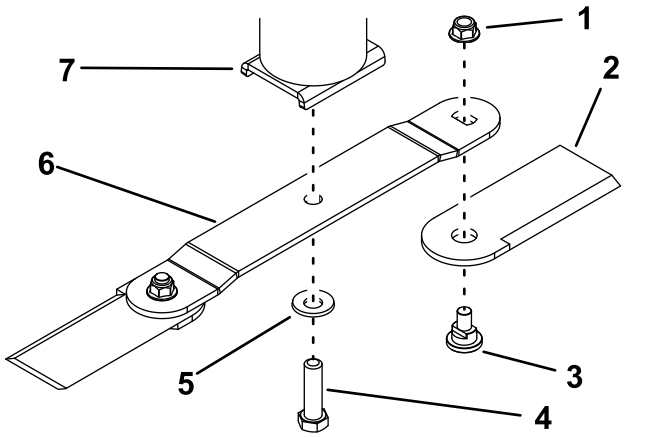

Figura 38
2. Retire el perno de la cuchilla, la arandela curva y la cuchilla del soporte de la cuchilla, en la parte inferior del alojamiento del eje (Figura 38).
Si la cuchilla no está equilibrada, rebaje con una lima algo de metal de la parte posterior de la cuchilla (borde opuesto al filo) solamente (Figura 38).
- Sujete la cuchilla al alojamiento del eje usando el perno de la cuchilla y la arandela curva (Figura 38).
- Para instalar únicamente las cuchillas desbrozadoras, sujete las cuchillas desbrozadoras a los extremos de la cuchilla usando el perno y una tuerca nueva en cada cuchilla desbrozadora (Figura 38). Apriete la tuerca a 103 – 127 N·m.